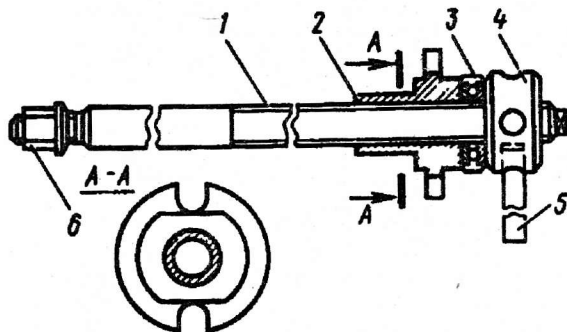

Рис. 165. Приспособление 7823-6709 для сжатия пружины подвески:
При замене пружины передней подвески рекомендуется пользоваться приспособлением, указанным на рис. 165.
4. Вставить винт 1 (см. рис. 165) приспособления в верхнее гнездо крепления амортизатора и на верхний конец винта накрутить гайку 6.
Наиболее удобно производить замену втулок с помощью приспособления для сжатия пружины (см. рис. 165). Для этой цели снять амортизатор, установить приспособление, поджать пружину настолько, чтобы снять нагрузку с резинового шарнира, снять стопорную пластину, вывернуть палец и отвертывать гайку 4 приспособления до тех пор, пока головка рычага не выйдет из зоны оси. После монтажа втулок, завертывая гайку 4, приподнять рычаг, поставить палец на место и слегка затянуть. Окончательную затяжку пальцев производить, как указано выше.